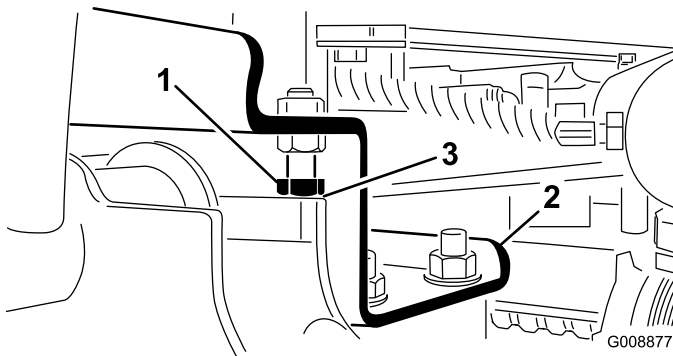

Figura 26
- A. Allentate il bullone di arresto e regolate il cilindro in modo tale da ottenere il gioco desiderato (Figura 26).
- 2. Verificate che il gioco tra ciascun braccio di sollevamento e il bullone di arresto sia compreso tra 0,13 e 1,02 mm (Figura 26).